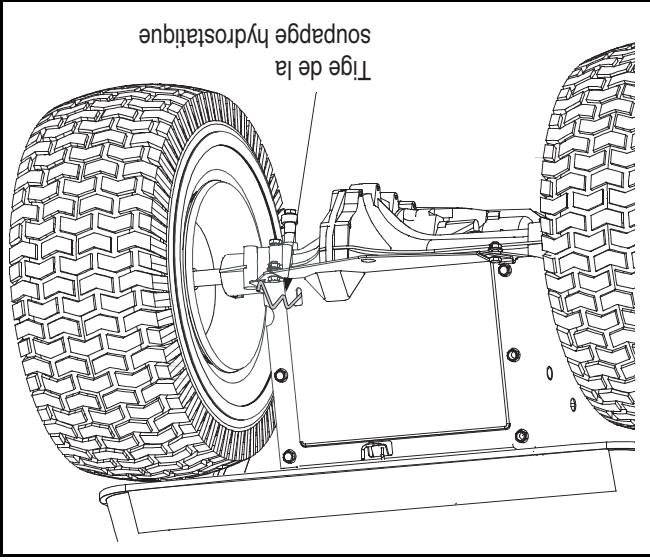

Figure 13
- Localisez la tige de la soupape hydrostatique de dérivation sur l'arrière du tracteur. Voir la Figure 13.